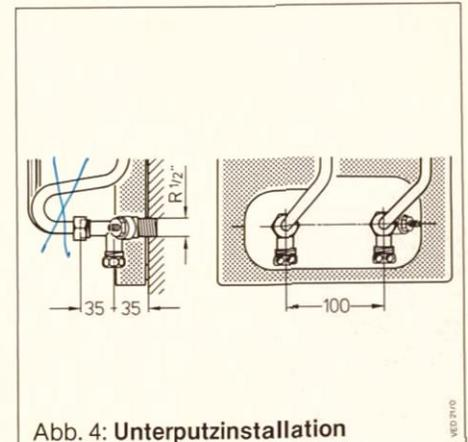
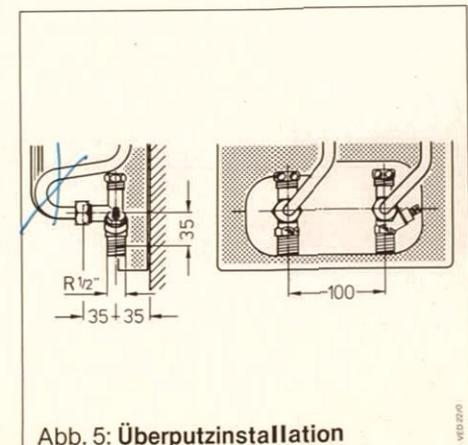

Abb. 4: Unterputzinstallation
Abb. 5: Überputzinstallation
6.4.1 Unterputzinstallation für entfernte Zapfstellen (Abb. 4)
Die Wasseranschlußstücke, entsprechend Abb. 4, in die Kalt- und Warmwasseranschlußleitung einschrauben und mit dem Gerät verschrauben.
6.4.2 Überputzinstallation für entfernte Zapfstellen (Abb. 5)
Die Scherbelwände (dünnere Durchgangsstellen) im Boden des Gehäuses vorsichtig ausbrechen oder mit einem Messer ausschneiden. Die Verschlusskappen der beiliegenden Wasseranschlußstücke auf das zweite Kurzgewinde wechseln und in die Überputz verlegte Kalt- und Warmwasserleitung, wie in Abb. 5 gezeigt, einschrauben und mit dem Gerät verbinden.
für Kaltwasseranschluß direkt am VED.../2 wie in den Abb. 4 und 6 gezeigt bzw. für Kaltwasseranschluß über die Mischbatterie wie in den Abb. 5 und 7 dargestellt.
für Direkt- und Fernzapfung wie in den Abb. 4 und 6 dargestellt bzw. für ausschließliche Direktzapfung wie in den Abb. 5 und 7 gezeigt.